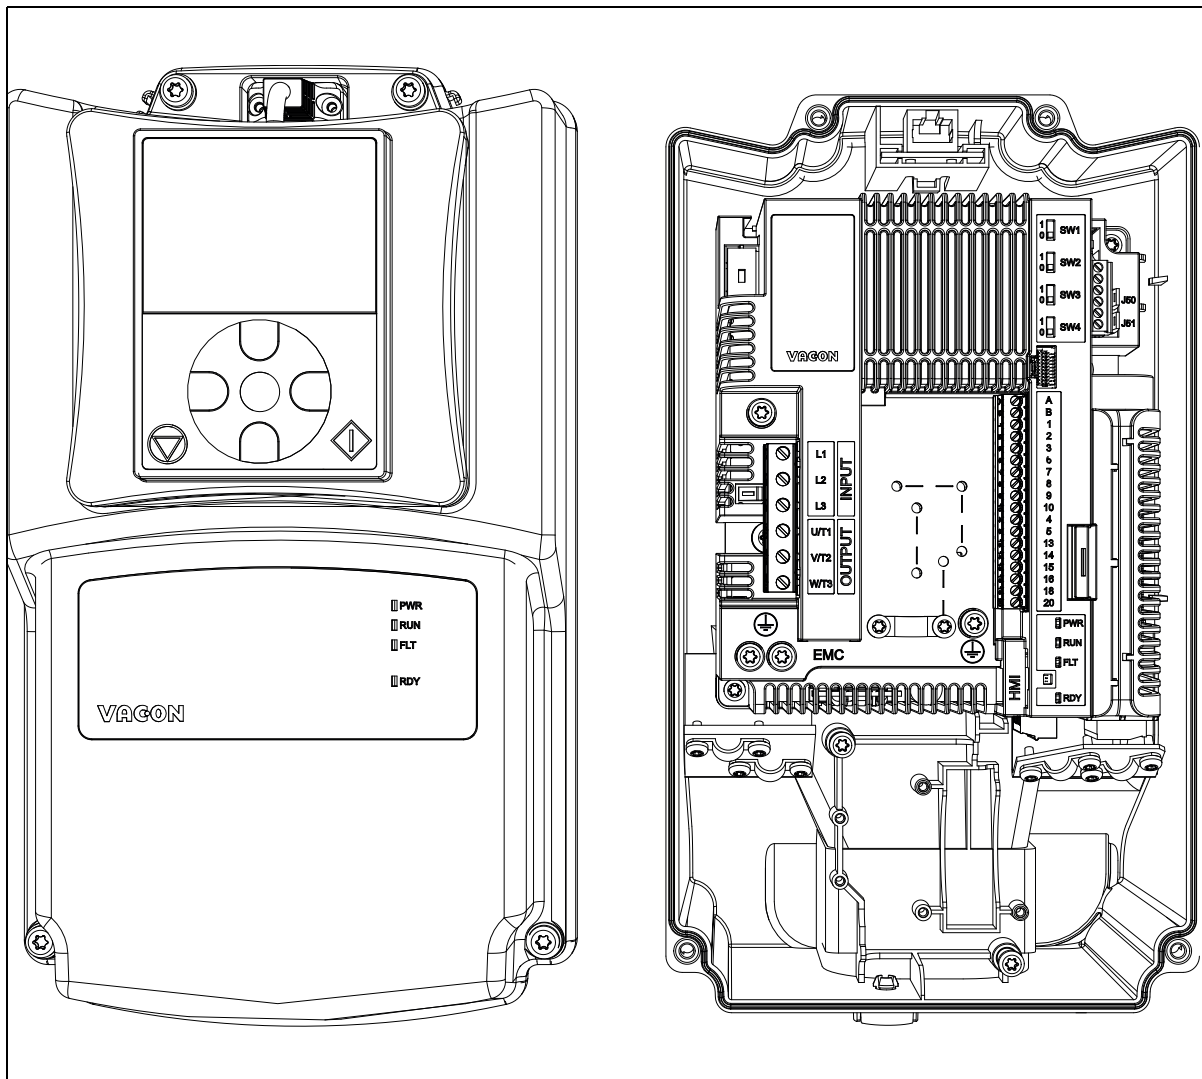

Figura 20. Ejemplo de carcasa MU2: cubierta abierta.
- Retire la cubierta de plástico del convertidor tal y como se muestra en la Figura 20.